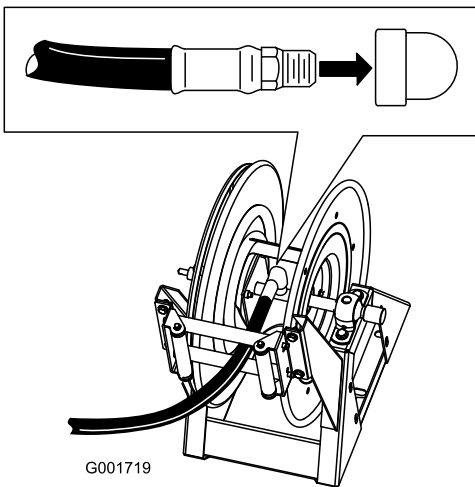

図 14
1. 長いホースのフィッティングのねじ山部分にテフロンTeflon®テープを巻き、フィッティングをリールの接続チューブに取り付ける図 14。